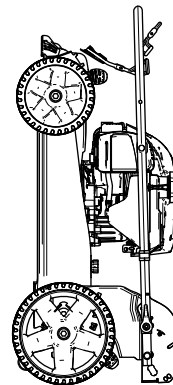

図 23
6. ハンドルで機体の前部を持ち上げて格納場所へ運ぶ 図 23。